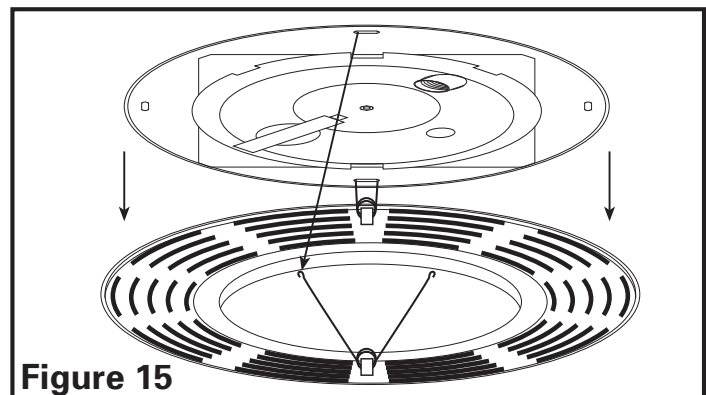

Figure 15
3. **Remplacement de l ampoule:** D brancher l alimentation de l unit . Enlever la grille en la tirant vers le bas et en pressant ensemble les ressorts de la grille pour d gager le b ti (**Figure 15**). Enlever l ampoule et vous r f rer aux instructions de la **Section 6 Compl ter l installation**, pour compl ter le changement d ampoule et pour l installation de la grille.